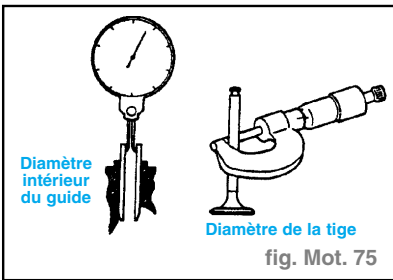

fig. Mot. 75
- Calculer le jeu entre les guides et tiges de soupape. Si ce jeu dépasse la valeur limite, remplacer la soupape ou le guide, ou encore les deux. (fig. Mot. 75)